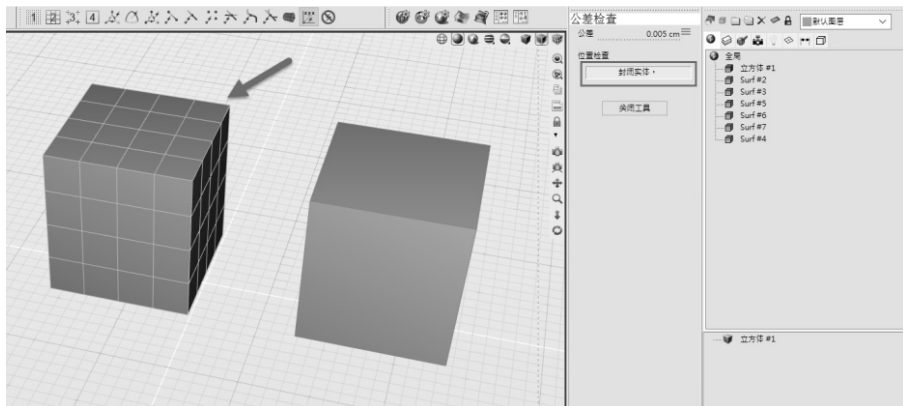

图 4-13 使用公差检查工具，检测立方体为封闭实体
2) 使用建模工具栏中“分析”卷展栏下的“公差检查”工具，以检测对象是否是实体。针对立方体对象，在控制面板中应显示为“封闭实体”，如图 4-13 所示。而针对另外 6 个独立的 NURBS 曲面，则无法检测出封闭实体。